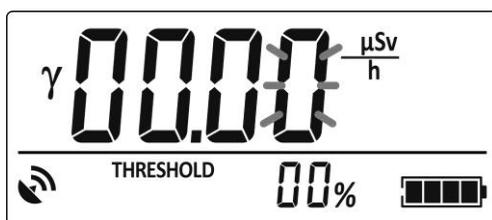

Рисунок 2.13 – РКІ дозиметра
2.3.6.5.3.2 Якщо утримувати THRESHOLD довше 4 с, то значення порогового рівня спрацьовування сигналізації обнулиться, а його молодший цифровий розряд почне мигати (рис. 2.13). Після цього THRESHOLD треба відпустити.